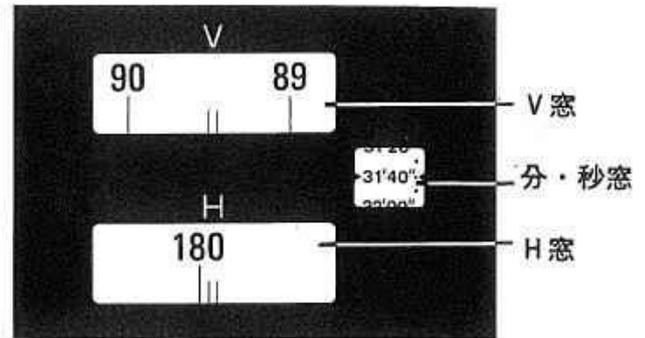

図8
反射鏡⑭を約45°開き、マイクロメータ接眼レンズ⑮を覗きながら接眼レンズ枠を回して、目盛にピントを合わせますと図8のように、3ヶ所の目盛表示窓が見えます。上は高度目盛のV窓(単位・度)、下は水平目盛のH窓(単位・度)、右は高度目盛・水平目盛の分・秒窓です。